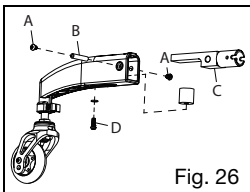

Fig. 26
2. Quite el tornillo de 6 mm del lado del brazo de la quinta rueda dinámica (Fig. 26:A) usando dos llaves Allen de 4 mm.
3. Con una llave Allen, empuje el cilindro roscado (Fig. 26:B) fuera del ensamble del brazo.
4. Deslice el receptor tubular (Fig. 26:C) fuera del ensamble.
5. Quite el tornillo de 6 mm ubicado en la parte inferior del ensamble. Esto liberará el elastómero (Fig. 26:D). Quite el elastómero y colóque a un lado.
7. Enrosque el tornillo de 6 mm y la arandela (Fig. 26:D) a través de la ranura y dentro del inserto roscado del elastómero.
8. Vuelva a apretar el tornillo de 6 mm (Fig. 26:D). Tenga cuidado de no apretar demasiado.
9. Vuelva a insertar el receptor tubular (Fig. 26:C) en el brazo. Tenga cuidado de colocar el brazo plano del receptor tubular sobre la parte superior del elastómero.
10. Alinee los orificios del cilindro y el receptor tubular para insertar el cilindro roscado (Fig. 26:B) y 6mm (Fig. 26:A).
11. Apriete los tornillos de 6 mm (Fig. 26:A) usando dos llaves Allen de 4 mm.